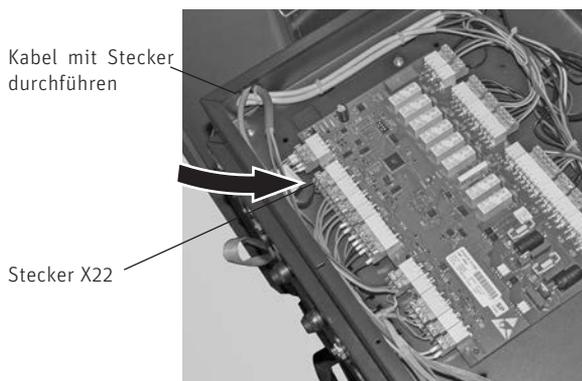

Fig. 47 Näherungsschalter (Stecker X22) anstecken
- Kabel oberen Näherungsschalter vom Vorratsbehälter mit Stecker ins Schaltfeld führen und an Stecker X22 anstecken – Fig. 47.